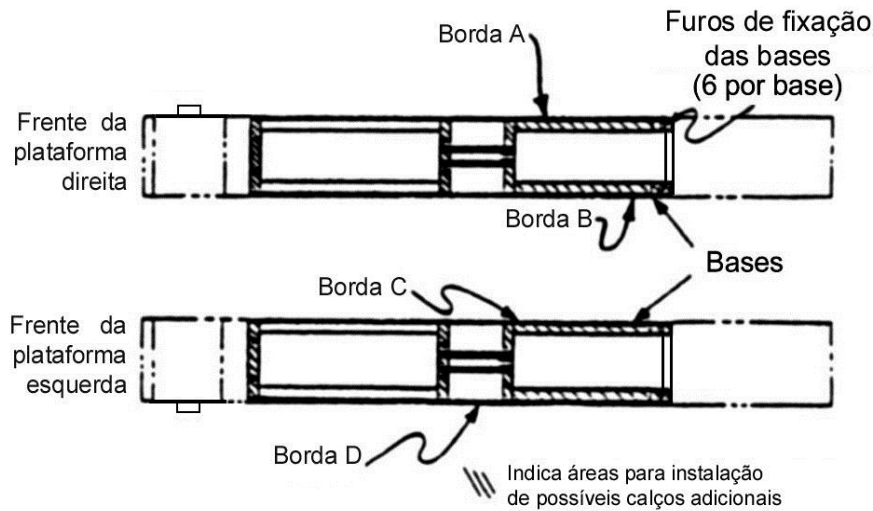

Figura 5: Exemplo de procedimento de nivelamento
2. O ponto mais alto do piso marcado no item 5 do procedimento 5.1 é o ponto a partir do qual as bases serão niveladas. Uma nova e rápida verificação com um nível assentado nas bases, deverá indicar se este é realmente o ponto mais alto;
3. Começando pelo canto imediatamente mais próximo do ponto mais alto, verifique o nivelamento ao longo da borda da base. Instale os Calços de Nivelamento fornecidos (7120-1454-99) sob os pontos de fixação da base conforme necessidade. **Observe as cinco posições críticas onde deverão ser colocados os calços em cada base.** Consulte a Figura 5;
EXEMPLO DE NIVELAMENTO: FIGURA 5
3. Caso exista qualquer desnivelamento maior que o indicado na nota acima, instale mais Calços de Nivelamento fornecidos (7120-1454-99) sob os pontos de fixação da base conforme necessidade. Consulte a Figura 5.